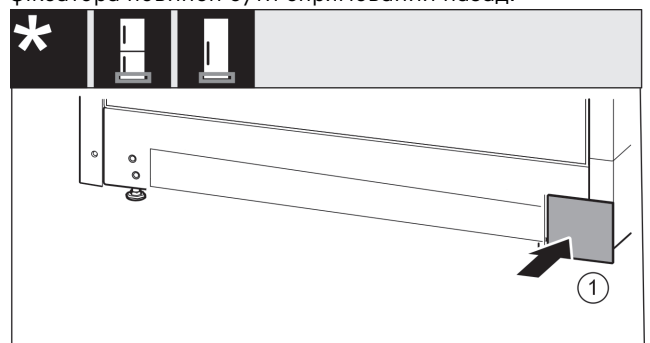

Fig. 23
- ▶ Знову вставте кришку Fig. 23 (1) з іншого боку.